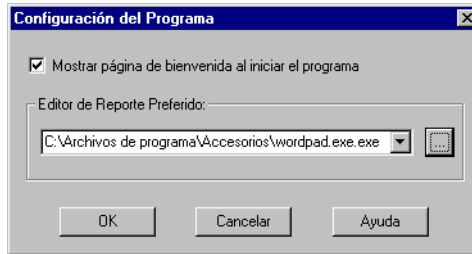
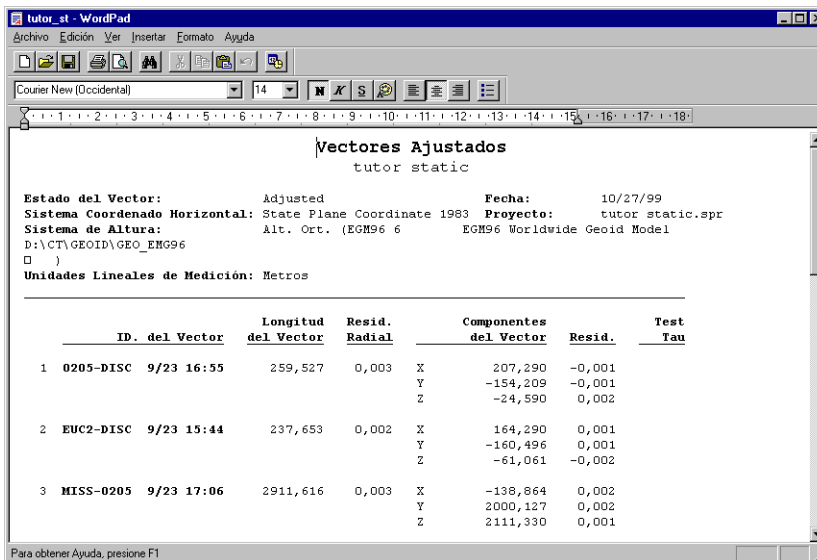

Figura 12.29. Cuadro de Diálogo de Configuración del Programa
Figura 12.30. Visualizando un Reporte
- Haga click en **OK** y el programa abrirá el programa procesador de palabras que usted especificó en el cuadro de diálogo **Configurar Programa**, Figura 12.29, y vea el reporte (Figura 12.30).